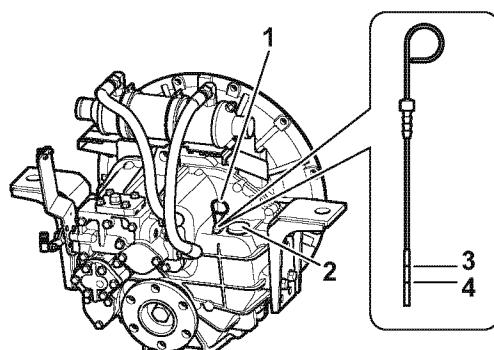

Figura 8
2. Retire el tapón de llenado (**Figura 8, (2)**) de la parte superior de la caja.
3. Retire la varilla de nivel (**Figura 8, (1)**) y límpiela con un trapo limpio.
5. Extraiga la varilla de nivel de aceite. El nivel de aceite debe encontrarse entre las líneas superior (**Figura 8, (3)**) e inferior (**Figura 8, (4)**) de la varilla de nivel.
3. Llene con aceite hasta el límite superior de la varilla de nivel (**Figura 8, (3)**). *Consultar Especificaciones del aceite de inversor reductor marino en la página 36.*